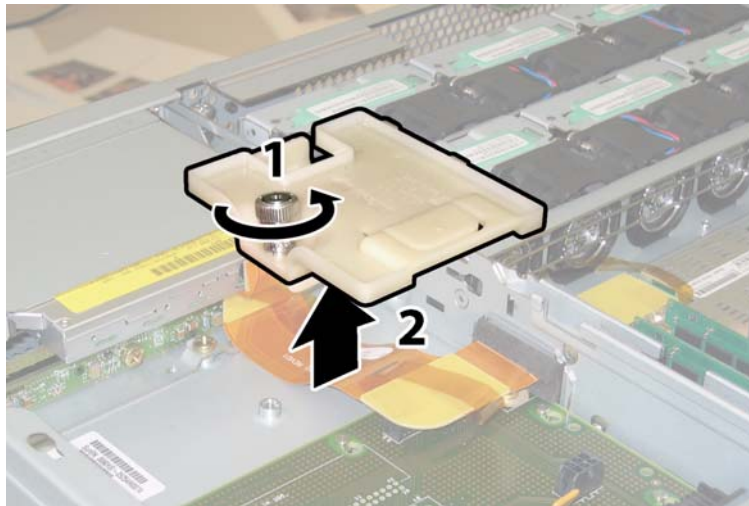

図 3-59 フレックスケーブルリテーナの取り外し
7. フレックスケーブルのリテーナを固定するパネ式のチョウネジを緩め、このリテーナをシャーシから取り外します。図 3-59 を参照してください。